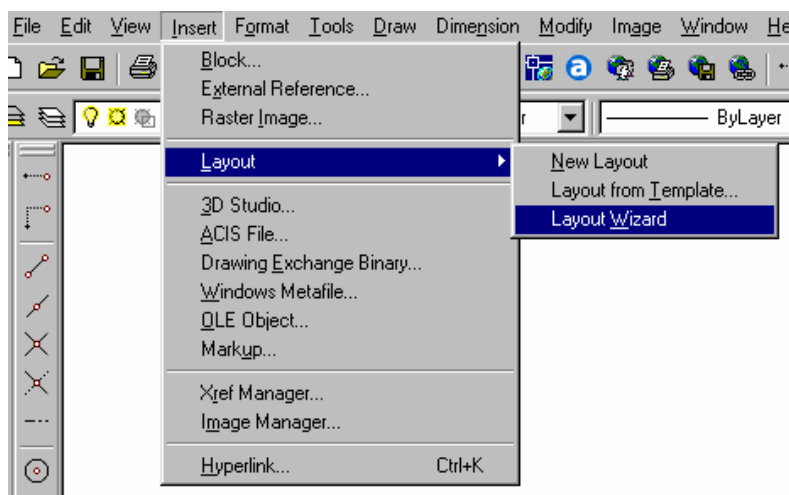

Figura 10.6 – Layout Wizard
1. Vá até o menu INSERT, escolha a opção LAYOUT e, em seguida, a opção LAYOUT WIZARD (figura 10.6).